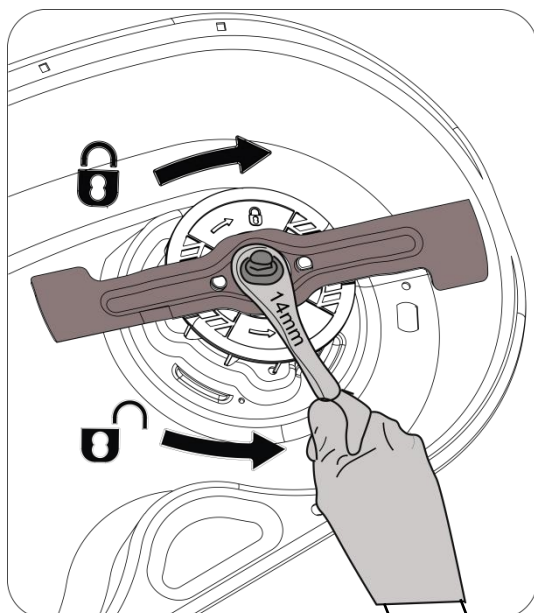
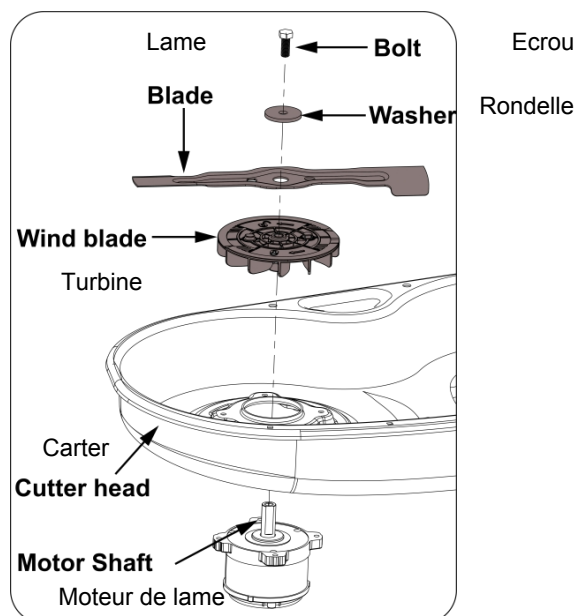

Figure 5.5
Figure 5.6
8.4.1 Remplacement des lames de coupe (Fig5.5- Fig5.6)